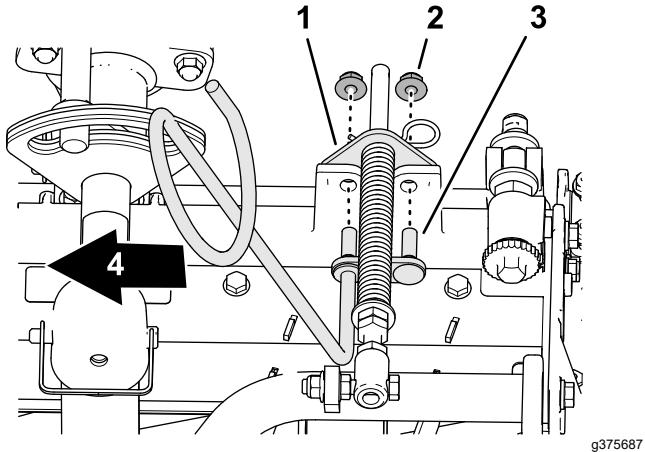

Bild 10
5. Richten Sie die Bolzen der linken Schlauchführung mit den Löchern im Rahmen des Mähwerks und der Halterung der Rasenkompensierung aus (Bild 10).